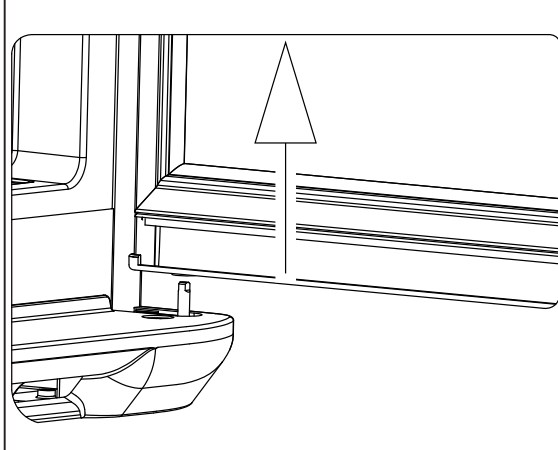

Рисунок 5
7. Снимите нижнюю дверь с оси нижнего кронштейна (см. рисунок 5).